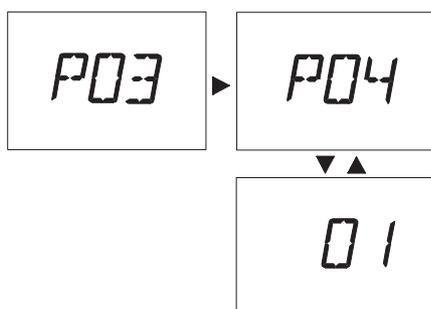

Рис. 30
- 4 Нажимайте кнопку сброса 14 Рис. 5 для отображения параметра **P04**, в котором можно настроить **Тип теплообменника горячего водоснабжения** (второй уровень) на ЖК-дисплее (последовательность **P04** чередуется с **01**) (Рис. 30).